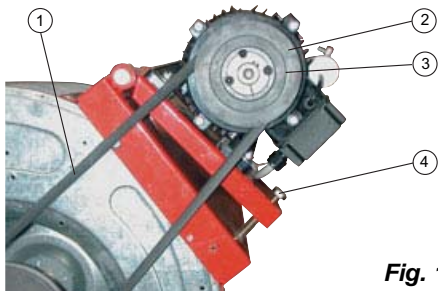

Fig. 1
- verificare che la portata d'aria sia pari a quella nominale. Se il generatore d'aria calda è equipaggiato con ventilatore centrifugo ed il valore della portata è diverso da quello specificato, si devono effettuare le seguenti operazioni (Fig. 1):